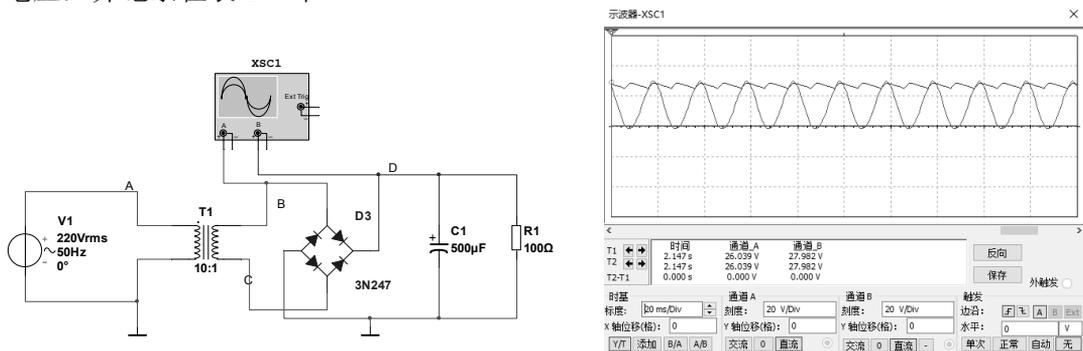

图 1-18 电容滤波电路仿真测试图
- (1) 电容滤波电路仿真测试图如图 1-18 所示，按图 1-18 绘制仿真测试电路。
- (2) 改变电容大小，观察输出电压，并记录在表 1-4 中。
- (3) 将图 1-18 中的电容去掉，在负载前串联上一个电感元件，改变电感大小，观察输出电压，并记录在表 1-4 中。